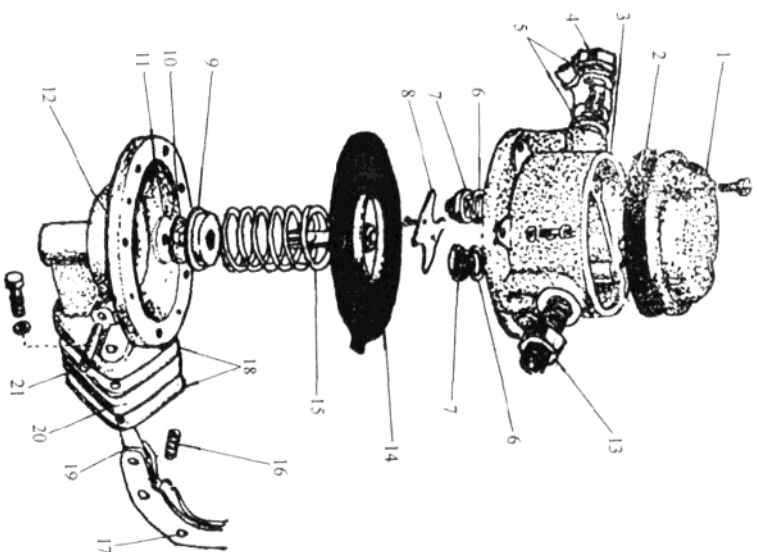

图 1-18 丰田日冕 RT81 型汽油泵
(8) (图 1-18) 为丰田日冕 RT81 型小客车汽油泵。